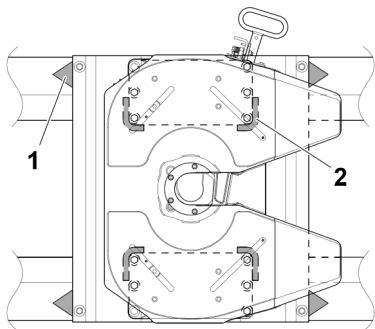

Fig. 2
Recomendamos a utilização de calços soldados no sentido longitudinal e transversal nas sapatas da quinta-roda (2) e longitudinal para o apoio da mesa (1), ver Fig. 2. Devem ser seguidas as recomendações de soldagem especificadas pelo fabricante do veículo e da mesa da quinta-roda. A utilização dos calços soldados aumenta o apoio da quinta-roda, podendo assim garantir e manter o torque de aperto correto para os parafusos de fixação. As áreas de fixação dos parafusos devem ser projetadas de modo que os torques especificados possam permanentemente serem aplicados. Em geral, se aplica que em torno da área de fixação dos parafusos, a espessura do revestimento da pintura não deve ser superior a 170 µm por componente. A fixação deve ser realizada por componentes (parafusos, porcas, etc.) que garantam e mantenham o torque especificado.